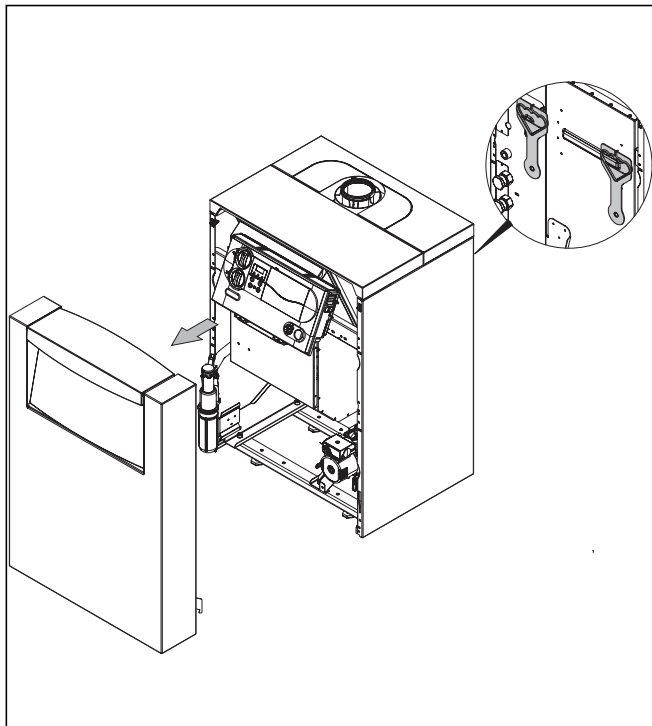

Fig. 4.1 Rimozione del rivestimento anteriore
- Rimuovere il coperchio di rivestimento anteriore per non danneggiarlo durante il trasporto (vedere fig. 4.1).